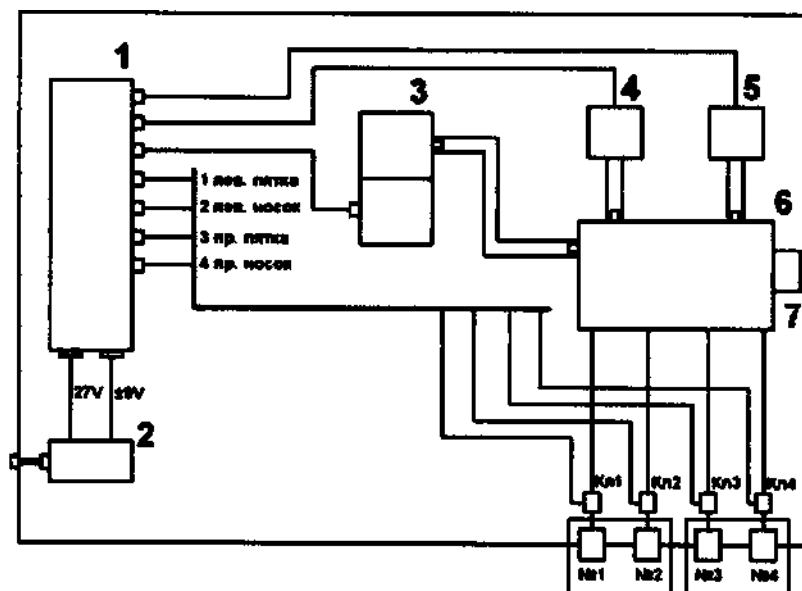

Рисунок 3. Функциональная схема имитатора.
В соответствии с функциональной схемой (Рисунок 3), имитатор состоит из компрессора (3), ресивера (6), элементов схемы автоматического регулирования: датчика давления (5), регулирующего клапана (нормально закрытого-4), микропроцессорного блока управления (1) на основе микропроцессора фирмы ATMEL-ATMEGA 128.
- если система отключения компрессора заблокирована, то блок управления по достижению давления более $0,75 \text{ кг/см}^2$ (75 кПа) реализует режим «Прокачка», стравливая воздух (и конденсат) из ресивера с помощью клапана (4 на Рисунок 3);
- если произойдет отказ системы управления, то по достижению давления в ресивере $1,0 \text{ кг/см}^2$ (100 кПа) сработает аварийный клапан (7 на Рисунок 3).
Питание имитатора осуществляется от сети переменного тока частотой $50\text{Гц} \pm 10\%$ напряжением $230\text{В} \pm 10\%$. Соответствующие значения вторичных питающих напряжений снимаются с вторичных обмоток силового трансформатора (2 на Рисунок 3).